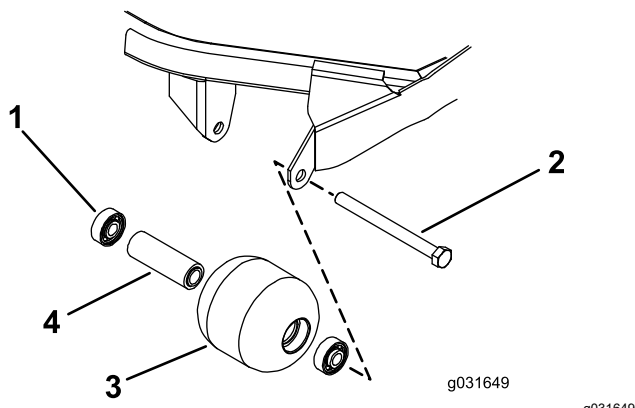

Figura 71
1. Rimuovete il bullone di montaggio del rullo (**Figura 71**).
- Verificate la presenza di eventuali danni sull'alloggiamento, sui cuscinetti e sul distanziale del cuscinetto del rullo (Figura 71).
- Premendo soltanto sulla pista esterna o, in misura uguale, sulla pista interna ed esterna, spingete il primo cuscinetto nell'alloggiamento del rullo (Figura 71).
- Inserite il distanziale (Figura 71).
- Premendo soltanto sulla pista esterna o, in misura uguale, sulla pista interna ed esterna, spingete il secondo cuscinetto nell'alloggiamento del rullo fino a quando non è a contatto con il distanziale (Figura 71).